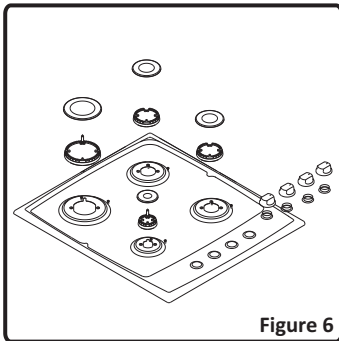

Figure 6
- Retirez le couvercle du brûleur et l'adaptateur (Figure 6).